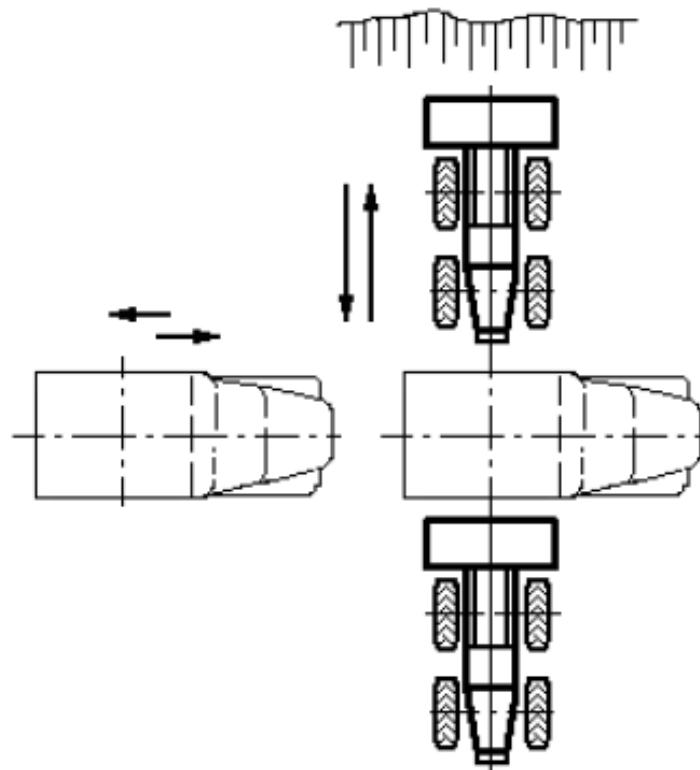

Fig.6.3 Patrón de desplazamiento del cargador
- El cargador se movió hacia adelante y hacia atrás moviéndose dentro de 6-10 m perpendicularmente al frente menos cualquier giro (Fig. 6.3);